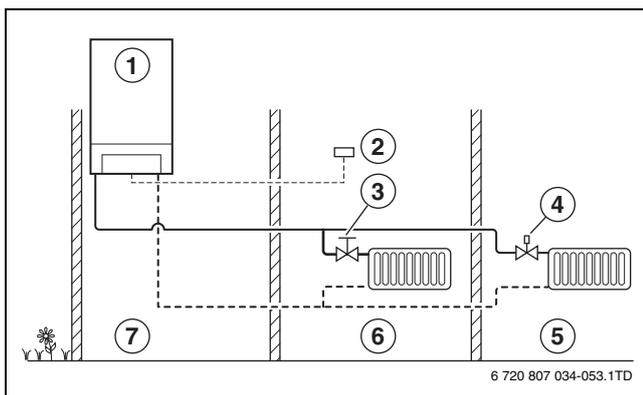

Рис. 23 Регулирование по комнатной температуре
- При регулировании по комнатной температуре требуемая температура в 1 помещении регулируется установленным в нём пультом управления (комнатным регулятором). Для правильного регулирования температуры все ручные вентили или термостатические вентили на отопительных приборах должны быть полностью открыты (→ рис. 23).